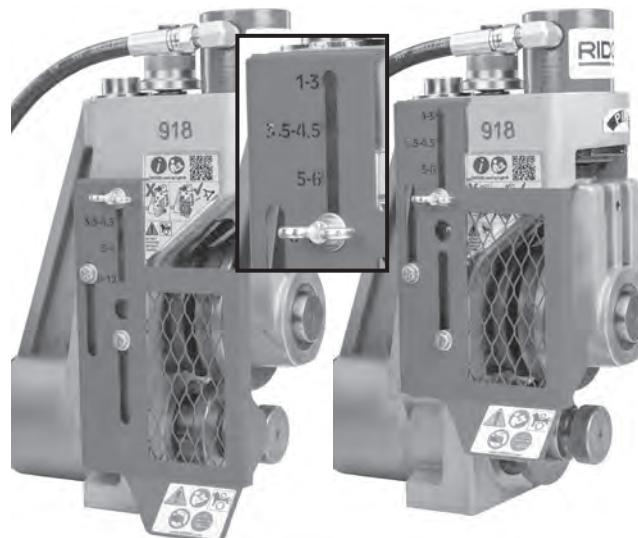

Figura 12 – Ajuste de la cubierta protectora
3. Afloje el tornillo de mariposa. Ajuste la posición de la cubierta para que la posición del tornillo de mariposa esté entre los límites de diámetros de tubo. Ajuste la cubierta protectora correctamente para reducir el riesgo de enmarañamiento y lesiones graves (Figura 12).